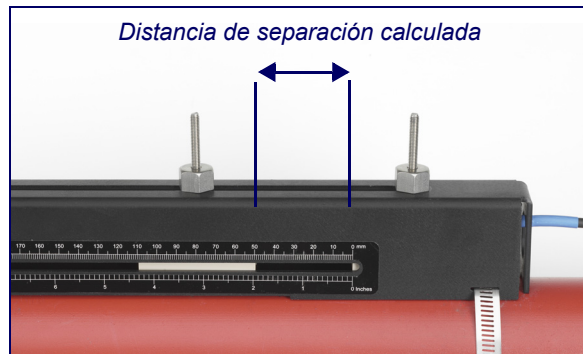

Figura 2.13
10. Coloque el transductor de señal ascendente de modo que la cara interior del transductor se ajuste a la distancia de separación necesaria de la regla, tal y como se muestra en la Figura 2.13 (50 mm en este ejemplo).